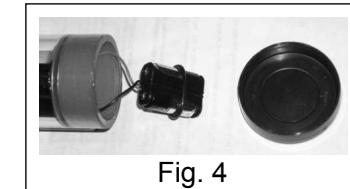

Fig. 4
The batteries are housed inside the base of the meter (See Fig. 4). The black cap on the bottom of the meter can be removed by pulling it straight off the end of the meter. The cap is just a press fit onto the meter. Please use care to pull the cap off the meter so that the bottom of the meter is pointing upward. This will keep the batteries from falling out of the meter once the cap comes free which could put extra stress on the battery holder wires. The meter requires two (2) N size alkaline batteries which are available at any drug store. Place both new batteries in the battery holder following the polarity indication marked on the holder (negative end towards the spring). Place the rubber retaining ring around the batteries once they are in the holder as shown in Fig. 4. Then place the battery holder back into the end of the meter and replace the black cap and press it firmly back onto the meter. When the meter's batteries need replacing, the meter will show "Lo b" on the LCD display after the meter is turned on. If this message is displayed, the batteries should be replaced as described above.
Les batteries sont logées à l'intérieur de la base du calibreur (voir Fig. 4). Le bouchon noir à la base du calibreur peut être retiré en tirant vers suivant l'axe du tube. Le bouchon est juste fixé sur le calibreur. Veuillez user de précautions en retirant ce bouchon. Ceci empêchera la chute violent des piles ce qui pourrait occasionner une tension forte sur les fils électriques du système de logement des piles. Nous vous préconisons l'usage de 2 piles alcalines type LR1. Placer les deux nouvelles batteries dans le logement des piles en respectant l'indication de polarité marquée (partie négative vers le ressort). Placez le bracelet caoutchouc autour du logement des piles comme montré sur la Fig. 4. Ensuite placez le magasin à piles dans la base du calibreur et refermer l'appareil en poussant fermement le bouchon. Lorsque les piles du calibreur doivent être remplacées, celui-ci affichera <Lo b> sur l'écran LCD après démarrage de l'appareil. Si ce message s'affiche, les piles doivent être remplacées comme.